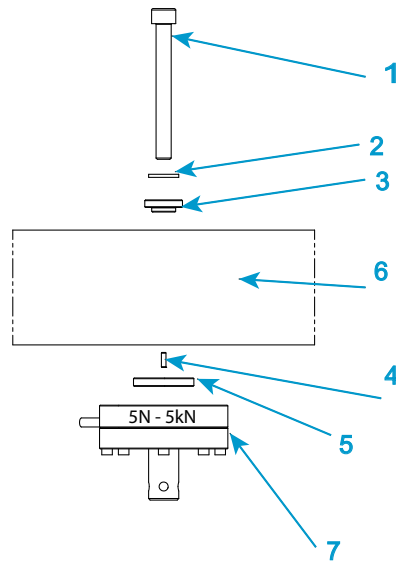

Figure 17. Installation des capteurs de force de série 2530 – capacité 5 N jusqu'à 5 kN
Légende pour Figure 17
1. Consultez la Figure 17 à la page 77 et sa légende.